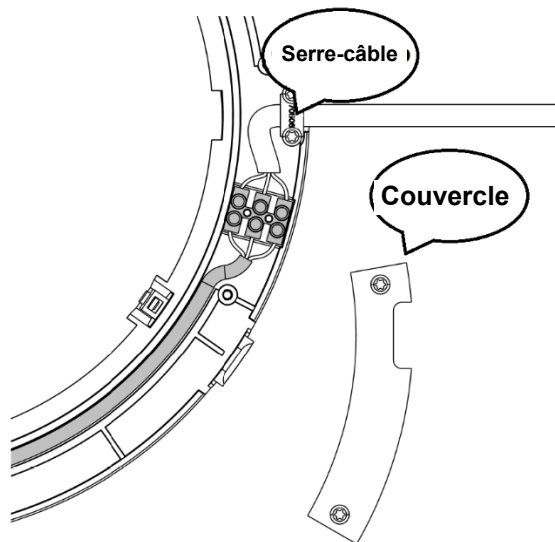

Figure 35 - Raccordement du câble de 230V par la droite avec serre-câble
6. Réutilisez le serre-câble et le couvercle de la partie supérieure du chapeau de façade et fixez-les à leur nouvel emplacement (voir Figure 35).